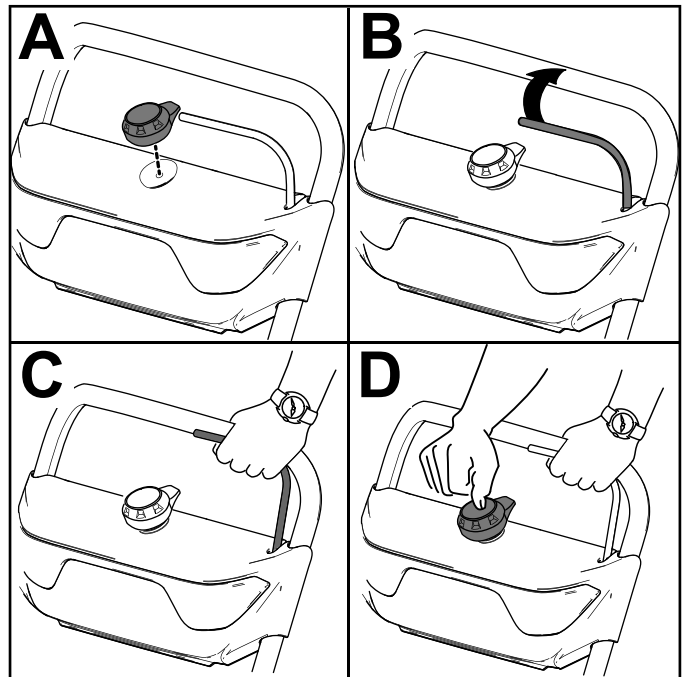

Figura 10
2. Inserte el botón de arranque eléctrico en el arrancador eléctrico (Figura 10, A).
3. Apriete la barra y sujétela contra el manillar (Figura 10, B y C).
4. Pulse el botón de arranque eléctrico hasta que el motor arranque (Figura 10, D).